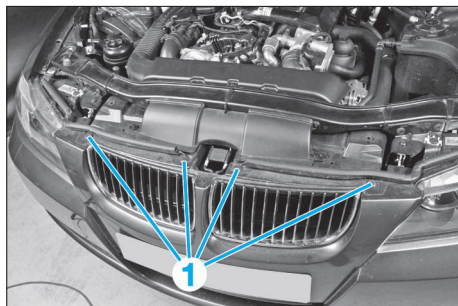

FIG. 27
• Déposer les quatre vis de fixation supérieure (1) du bouclier (Fig.27).